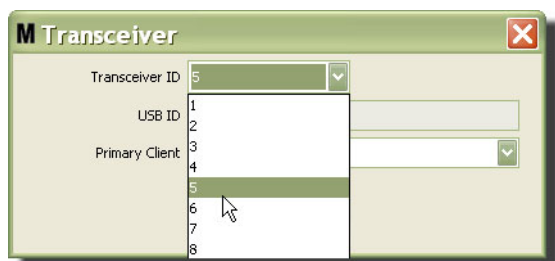

FIG. 64
4. Pour modifier l'identification de l'émetteur-récepteur, cliquez sur la flèche pour afficher le menu déroulant. Sélectionnez dans le menu déroulant un numéro d'identification pour l'émetteur-récepteur (Fig. 64). Cliquez sur "OK" pour fermer la fenêtre et enregistrer les modifications.